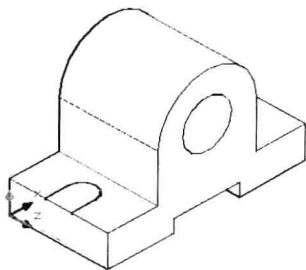

图 8-4-5
(7) 向右移动光标，拉出一条直线，输入直线的长度值“7”。
(8) 命令行提示“指定下一点或 [圆弧(A)/ 闭合(C)/ 半宽(H)/ 长度(L)/ 放弃(U)/ 宽度(W)]”，输入“a”，按 Enter 键；命令行提示指定圆弧的端点，向右移动光标，输入圆弧端点距离第一个端点的距离为“8”，按 Enter 键，绘制一条圆弧线段。
(9) 命令行提示“指定圆弧的端点或 [角度(A)/ 圆心(CE)/ 闭合(CL)/ 方向(D)/ 半宽(H)/ 直线(L)/ 半径(R)/ 第二个点(S)/ 放弃(U)/ 宽度(W)]”，输入“l”，按 Enter 键；向左移动光标，输入直线长度值“7”，按两次 Enter 键，结束多段线操作。绘制直线完成之后坐标轴恢复原来位置。
(10) 在“修改”面板中单击“移动”按钮 ，单击直线，按 Enter 键，单击一点，向左移动，输入移动距离为“4”，按 Enter 键，如图 8-4-5 所示。